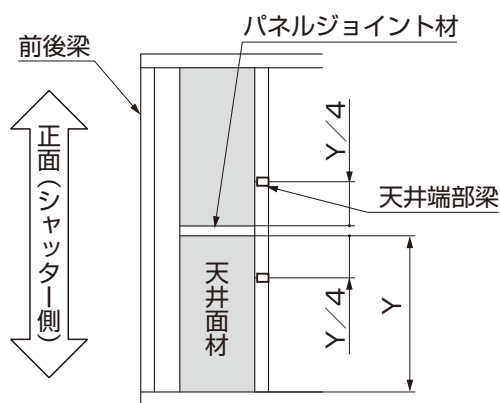

図5-23 天井材押さえ金具の取付け位置
- 天井材押さえ金具（シャッター部用）は、パネルジョイント材から天井面材の1/4の寸法に取付けてください。（図5-23参照）